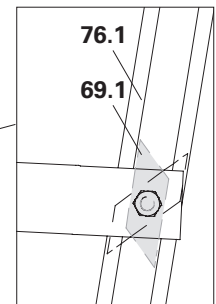

Fig. A9.12c
3. Montare la scala 180/6 sull'attacco scala. A tal fine, allentare leggermente la vite M12 x 25 della piastra di fissaggio (69.1), inserire la piastra di fissaggio nel montante della scala (76.1), ruotarla e stringere la vite. (Fig. A9.12c + A9.12d)